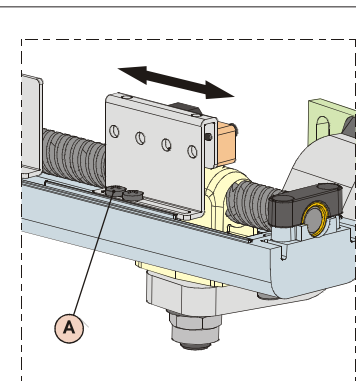

Fig. 24
- 3) Haal de bevestigingsschroeven los van de eindschakelaar die geregeld moet worden, fig. 24 ref. A.